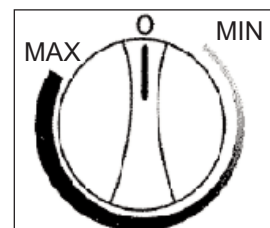

Fig. 2
2. Enlevez le couvercle de la porte en bande du côté gauche ou droit (selon le côté vers lequel vous changez l'ouverture de la porte) et le couvercle de la charnière gauche ou droit. Puis enlevez les deux (2) vis de charnière supérieures et enlevez la charnière supérieure. Desserrez la broche de l'assemblage de porte supérieure et enlevez l'assemblage de porte. Voir la figure 2.
- Pour arrêter le cabinet à vins (arrêt du refroidissement), tournez le bouton de commande de la temp. à la position «0» (éteint) (**voir la Fig. 2**).
- Tournez la commande en position «éteint» (0) pour couper temporairement le cycle de refroidissement. Lorsque le cabinet à vins n'est pas utilisé pendant une longue période, débranchez la prise de courant et laissez la porte partiellement ouverte. Régler la commande à la position "éteint" pour arrêter temporairement le cycle de refroidissement. Si le refroidisseur de vin ne doit pas être en marche pendant quelques temps, débrancher la prise et laisser la porte entre ouverte.